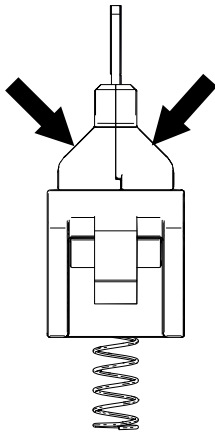

Abb. 154: Gleitelemente auf Verschleiß prüfen
- Abnehmerkopf (1) vom Stecker (2) der Datenleitung (HF-Leitung) (3) abziehen. Die Datenleitung (HF-Leitung) muss ca. 30 mm aus dem Gelenk hervorstehen (siehe Abb. 154).
→ Gleitelemente bei der Abdeckung auf Verschleiß kontrollieren (siehe Abb. 154). Bei starkem Verschleiß ($> 1,5$ mm) einen neuen Abnehmerkopf (Kupfergrafit: 051592-11 oder Grafit: 051592-12) bestellen.